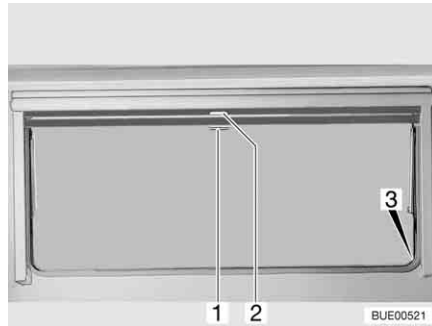

Bild 81 Ausstellfenster
- Verdunklungsrollo am Griff (Bild 81,2) nach unten ziehen. Wenn das Verdunklungsrollo ganz geschlossen wird, das Verdunklungsrollo auf beiden Seiten am Fensterrahmen in die Arretierung (Bild 81,3) einhängen.
- Wenn das Verdunklungsrollo vollständig geschlossen ist: Den Griff (Bild 81,2) nach unten drücken und den Griff dabei leicht nach innen ziehen. Das Verdunklungsrollo aus den Arretierungen links und rechts am Fensterrahmen aushängen.
- Wenn sich das Verdunklungsrollo in Zwischenposition befindet: Den Griff (Bild 81,2) leicht nach unten ziehen, bis sich die Arretierung gelöst hat.
- Insektenschutzrollo am Griff (Bild 81,1) nach unten ziehen und auf beiden Seiten am Fensterrahmen in die Arretierung (Bild 81,3) einhängen.
- Griff (Bild 81,1) nach unten drücken und den Griff dabei leicht nach innen ziehen. Das Insektenschutzrollo aus den Arretierungen links und rechts am Fensterrahmen aushängen.